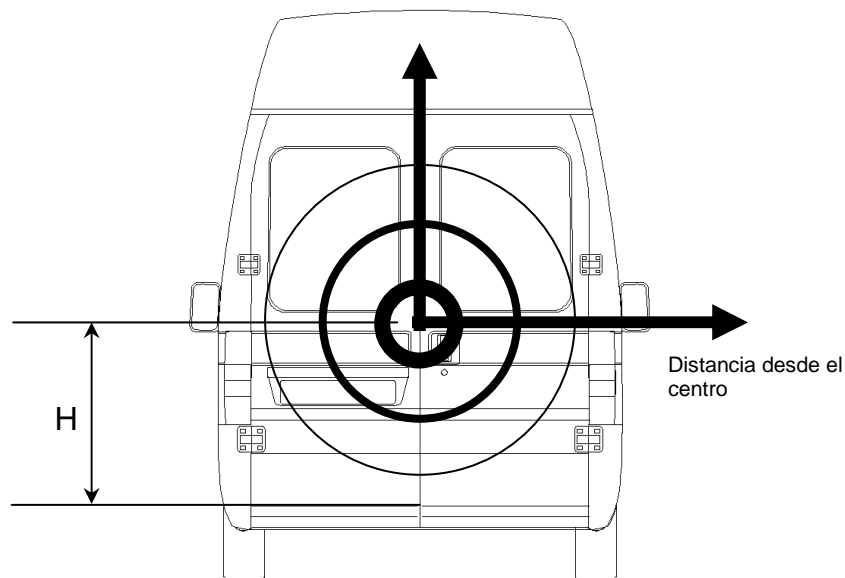

Fig.4
- El posicionamiento del candado respecto al borde inferior de la puerta "H" debe ser tal de maximizar la eficacia, lo mas **posible al centro de la puerta** (vedi fig.4).